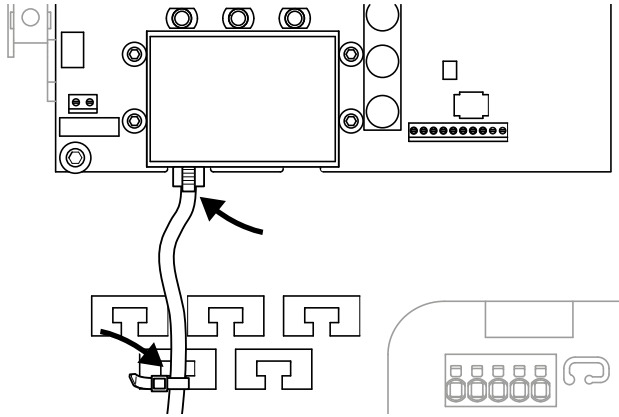

Abb. 35: Kabel auf der Kabelaufgabe befestigen
1. Alle Kabel mit einem Kabelbinder fachgerecht auf der Kabelaufgabe befestigen.  **Abb. 35**